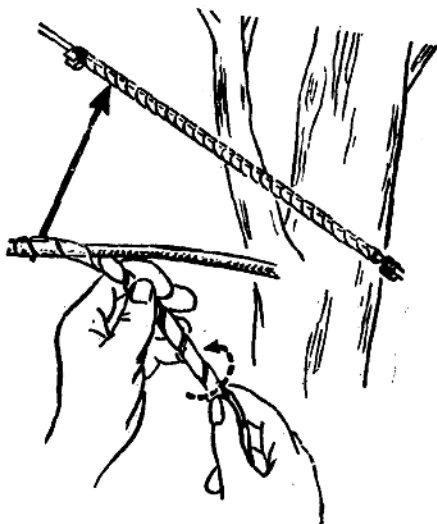

图 1-4 用塑料护线套管保护引入线通过树木或障碍的示意图
c. 螺旋形塑料护线套管：这种护线套管长 30 英寸，外形为螺旋形，可按需要长度装在引入线外面，用两个 S 型夹固定，如图 1-4 所示。它的优点如下：